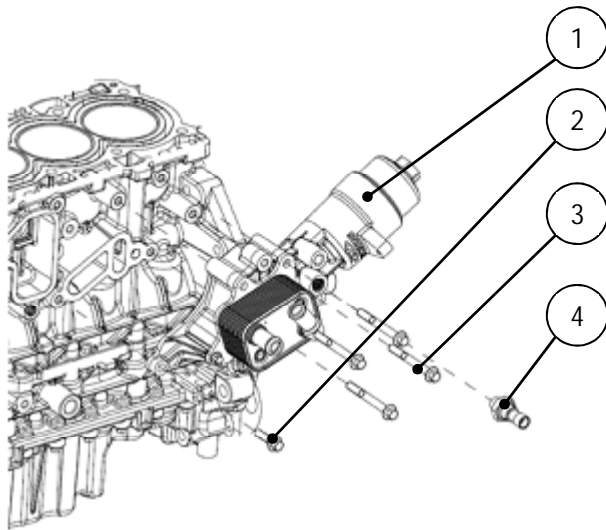

图 G-12 机滤模块的装配
- 1) 将机滤模块①的螺栓孔按图 G-12 所示方向与缸体螺栓孔对齐放置。
- 3) 将机油压力开关④螺纹头部第(2~5)个牙均匀涂一圈密封剂, 按图 G-12 所示方向与机滤模块①上的安